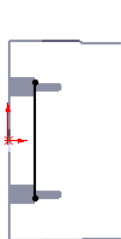
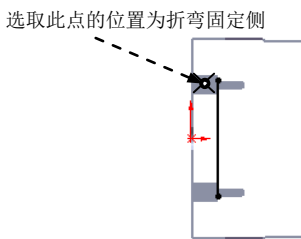

图 11.2.43 绘制的折弯线
图 11.2.44 固定侧的位置
② 定义折弯线草图。在草图环境中绘制图 11.2.43 所示的折弯线。
③ 选择下拉菜单 **插入(I)** → **退出草图** 命令，退出草图环境，此时系统弹出“绘制的折弯”对话框。
(3) 定义折弯固定侧。在图 11.2.44 所示的位置处单击，确定折弯固定侧。